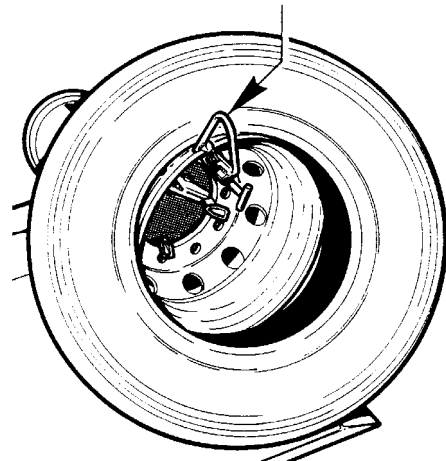

Abb.27
2. Den Spannfüterarm ganz nach unten fahren. Den Reifen auf die Plattform rollen und in die Klemme einhaken (Fig.27).